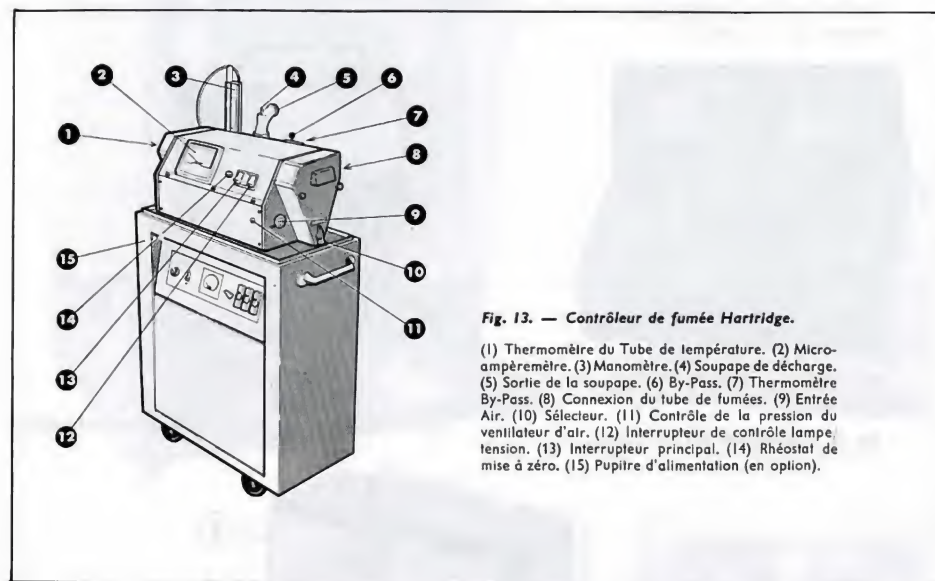

Fig. 13. — Contrôleur de fumée Hartridge.
- le contrôle des gaz d'échappement (fig. 13).